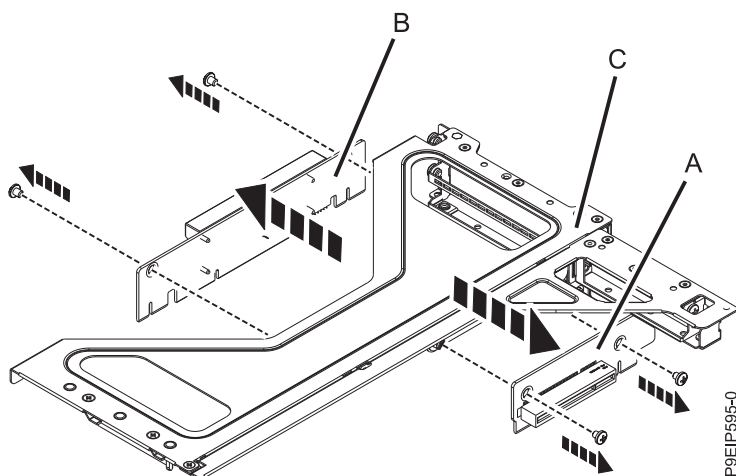

Figure 26. Retrait des cartes mezzanine PCIe du compartiment de carte PCIe
- Si vous avez besoin de retirer les cartes mezzanine PCIe (A) ou (B), retirez les vis qui permettent de maintenir la carte mezzanine PCIe au support de connecteur de bus PCIe (C), comme illustré dans la figure 26.